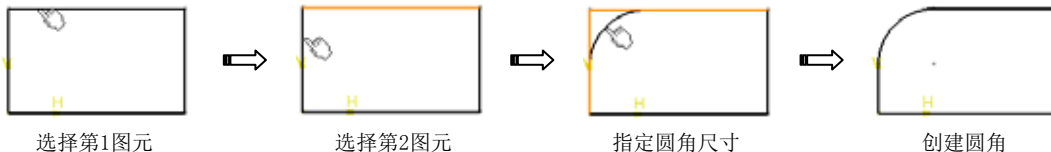

图5-4 修剪所有图形
- ★ 修剪所有图形：单击此按钮，将修剪所选的2个图元，不保留原曲线，如图5-4所示。